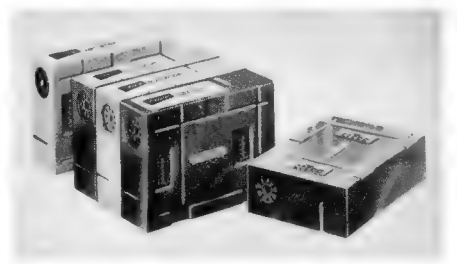
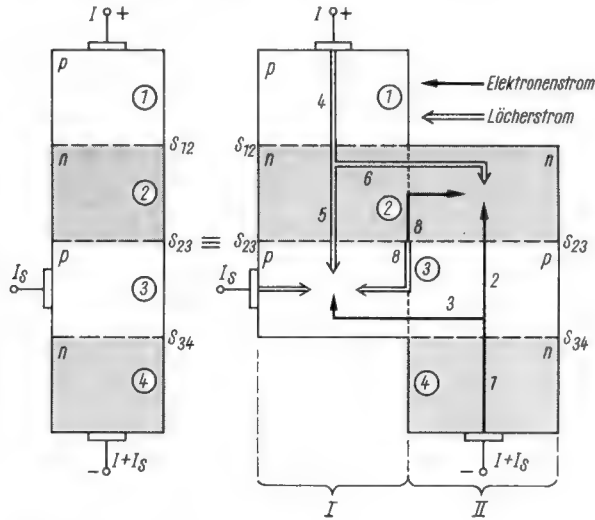

Bild 1. Komplette Achtekanal-Empfangsanlage Varioton, bestehend aus dem Grundbaustein und vier Zweikanal-Schaltstufen
Bild 3. Deutung der steuerbaren Siliziumzelle als Kombination von zwei Transistoren (pnp und npn)
Wie aus Bild 1 hervorgeht, muß der Frequenzbereich des zweiten Oszillators beim Wechsel zwischen L- und H-Bereich mit umgeschaltet werden. Diese Tatsache hat keinen Einfluß auf die Spreizskala, es ist nur eine Teilung erforderlich. Da die Kapazitätsvariation des Kreises durch Parallelkapazitäten hergestellt wird, bleibt der Skalenverlauf in beiden Bereichen der gleiche (gleichbleibende C-Kurve des Abstimmkondensators).
Vielfach wird behauptet, Pfeifstörungen dieser Art ließen sich niemals völlig vermeiden. Diese Ansicht ist jedoch nicht richtig. Eines hilft hier unbedingt: abschirmen! So unglaublich es für manchen (Enttäuschten) klingen mag: Richtig angeordnete Abschirmungen verhindern Pfeifstörungen bei der Mehrfach-Überlagerung mit Sicherheit. Natürlich ist eine unüberlegte „Konservierung“ mit Blechwänden und Metallhauben völlig sinnlos. Man muß systematisch vorgehen. Eine solche systematische Abschirmung ist in Bild 1 vorgesehen; dabei ist folgendes wichtig:
Grundig entwickelte zusammen mit der Firma Graupner eine neue Fernsteueranlage für Modellbauer. Mit insgesamt acht Tonkanälen überträgt sie gleichzeitig (simultan) jeweils zwei verschiedene Kommandos. Vorteilhaft ist das Bausteinprinzip für die Sende- und Empfangsanlage. Der Sender läßt sich von vier auf acht, der Empfänger von zwei auf vier und weiter auf sechs und acht Kanäle ausbauen (Bild 1). Diese schrittweise Ergänzung verteilt die Anschaffungs-
Sie sind am besten durch das Aufbauschema (Bild 1) und die Kennlinie charakterisiert. Wie Bild 1 zeigt, besteht die steuerbare Siliziumzelle aus einem Silizium-Einkristallmaterial mit verschiedenen dotierten Schichten. Die Reihenfolge – von der Anode zur Katode hin – ist p n p n. Von den drei dadurch gebildeten pn-Übergängen werden zwei in Durchlaßrichtung und einer in Sperrrichtung betrieben, wenn die Spannung an den Klemmen, wie in Bild 1 gezeigt, gepolt ist. Bei den pn-Übergängen S_{12} und S_{34} ist die p-Zone positiv gegen die n-Zone, also sind beide Diodenstrecken in Durchlaßrichtung gepolt. Bei dem Übergang S_{23} ist Zone 2 positiv gegen Zone 3, also die n-dotierte positiv gegen die p-dotierte, d. h. aber, diese Diodenstrecke arbeitet in Sperrrichtung. Der Zone 3 läßt sich durch eine geeignet angebrachte Steuerelektrode ein Steuerstrom I_S zuführen. Die Arbeitsweise ergibt sich aus dem in Bild 2 gezeigten Strom/Spannungs-Diagramm.
Bild 1. Aufbauschema der steuerbaren Siliziumzelle. Es bedeuten: (1), (3) die p-dotierten Schichten, (2), (4) die n-dotierten Schichten, S_{12} , S_{23} , S_{34} die pn-Übergänge. Der Schicht (3) wird der Steuerstrom I_S zugeführt
Betrachtet man die Schichtenfolge pnpn (Bild 1), so ist verständlich, daß die steuerbare Siliziumzelle als eine Kombination, bestehend aus zwei Transistoren (pnp und npn) betrachtet werden kann. In Bild 3 (rechts) ist das dadurch anschaulich gemacht, daß die beiden Teiltransistoren I und II nebeneinander gezeichnet sind. Sie sind aber so versetzt, daß man von Anode nach Katode die vier Schichten in richtiger Folge durchläuft.
- und zwar fließen aus der n-Schicht (2) Minoritätsträger (Löcher) in die Schicht (3)
- und aus der Schicht (3) Minoritätsträger (Elektronen) in die Schicht (2) (s. a. Funktechnische Arbeitsblätter HI 02/3).
Im stationären Zustand müssen nun die in jede Schicht einströmenden positiven und negativen Ladungen einander gleich sein. Wird z. B. in (2) durch ein von (1) kommendes Loch ein Elektron rekombiniert, so muß entweder von der Sperrschicht S_{23} oder von (3) ein Elektron nach (2) einströmen (Bild 3, rechts).
Der in Bild 3 dargestellte Zustand ist nur solange gegeben, als $\alpha_I + \alpha_{II} < 1$ ist. Das ist aber auch schon angenähert aus diesem Bild abzulesen.